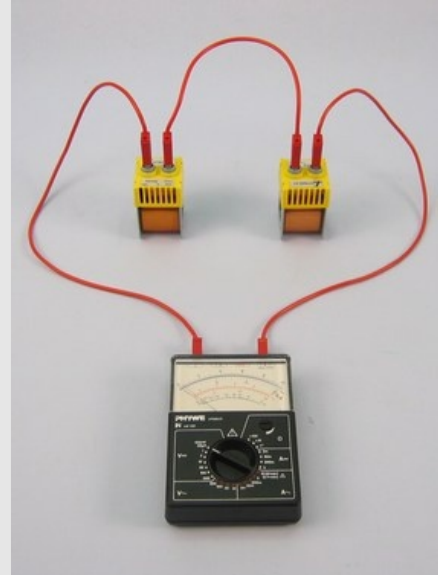

Fig. 1
- Construis l'expérience conformément à la figure 1.